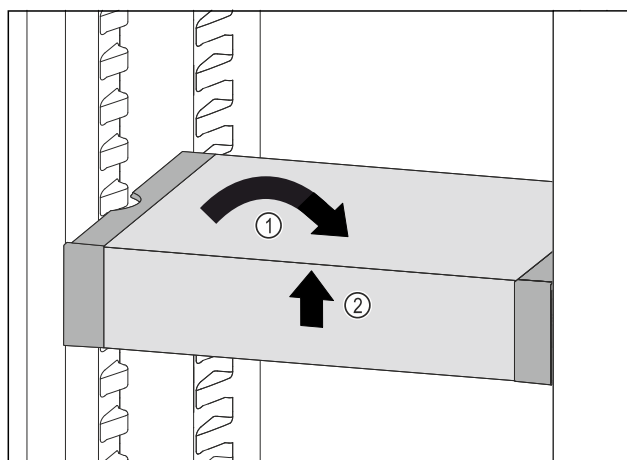

Fig. 117
- ▶ Установите VarioSafe прямо. Fig. 117 (1)
- ▶ Приподнимите VarioSafe спереди. Fig. 117 (2)